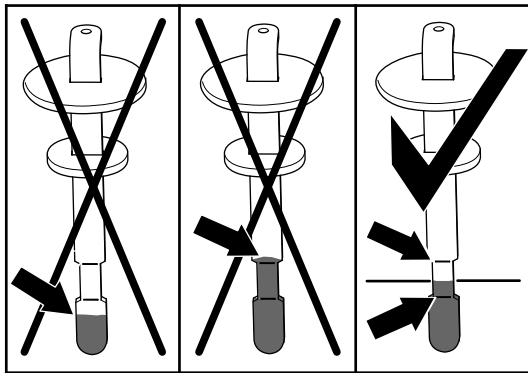

Bild 112
6. Nehmen Sie den Peilstab wieder heraus und prüfen Sie den Ölstand (Bild 112).